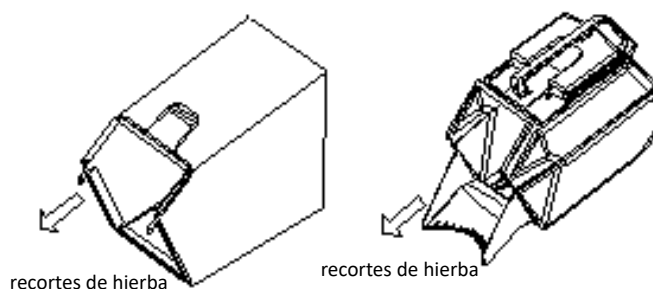

Fig.15
VACIADO DEL RECOGEHIERBA (Fig. 15)
- Agarre el asa superior y sacuda el recogehierba para vaciar la hierba cortada (ver Fig.15).